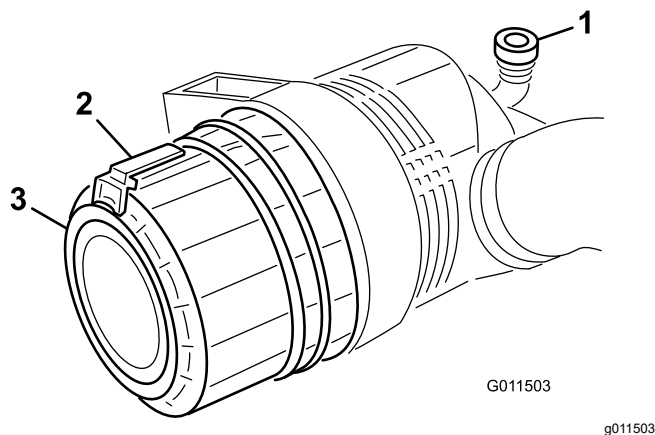

図 53
1. ラッチを引いて外し、カバーを左にひねってボディからはずす 図 53。